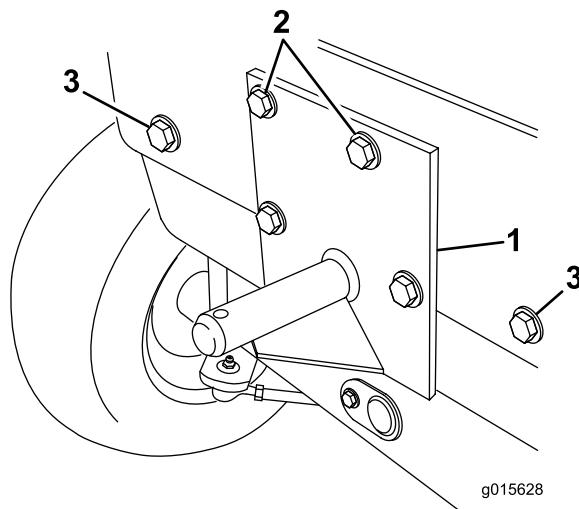

図 14
6. 図14に示すように、後ホッパーブラケットを後フレームに載せ、下部にある取り付け穴2つをフレームの穴に合わせる。ブラケットを型紙として利用して、後フレームデッキにあと2つの穴 14.3mm を開ける。
7. モデル30343と30344のうちシリアル番号が260000001以上のものについては、ボルト $1/2 \times 1-1/4$ インチ2本キット付属部品と、先に取り外したロックワッシャ $1/2$ インチと平ワッシャ $1/2$ インチ各2枚をフレームの外側の穴に使って内側のウェイトを固定する図14。
上部をフレームに固定するボルト $1/2 \times 1-1/4$ インチ2本とロックナット $1/2$ インチ2個を使用する図 14。
9. シリアル番号が 260000001 以上のトラクションユニットでは、後ホッパー ブラケットの上部をフレームに固定するボルト $1/2 \times 3$ インチ2本、ストラップ、平ワッシャ $1/2$ インチ2枚とロックナット $1/2$ インチ2個を使用する図 14。